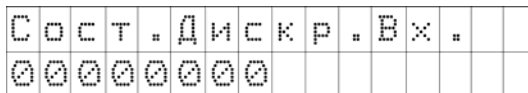

Рисунок 6.3
6.4.3 Текущее состояние дискретных входов, отображается в параметре **Сост.Дискр.Вх.** Оперативный, не доступный для редактирования параметр. Отображается на ЖКИ в бинарном виде. Младший разряд параметра соответствует дискретному входу C8, старший – C1. Состояние дискретных входов отображается в виде битовой маски (рисунок 6.3). Соответствие разрядов индикатора дискретным входам, отображено в таблице 6.1.